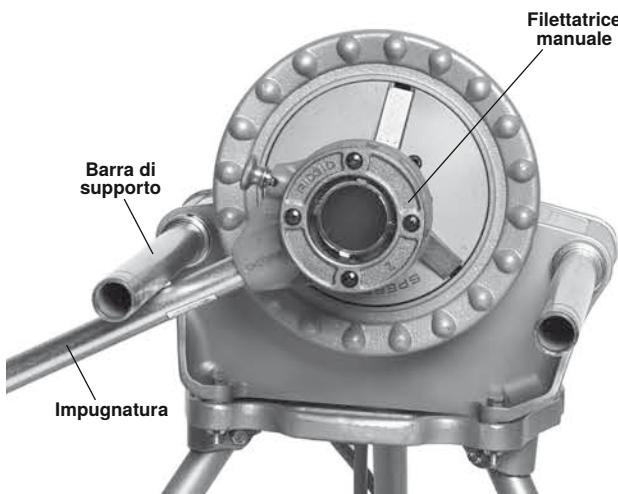

Figura 20 – Rimozione della testa di filettatura dal tubo filettato (impugnatura contro il fondo della barra).
- c. Estendere completamente la barra di supporto lato interruttore e sollevare l'impugnatura della filettatrice contro la parte inferiore della barra. Afferrare l'estremità dell'impugnatura della filettatrice con la mano sinistra. Per evitare lesioni da schiacciamento, non mettere le mani o le dita tra l'impugnatura della filettatrice e la barra di supporto. Mantenere l'impugnatura a contatto con la barra di supporto (*vedere Figura 20*).
1. Mantenere l'impugnatura della filettatrice contro la parte inferiore della barra di supporto lato interruttore. Per evitare lesioni da schiacciamento, non mettere le mani o le dita tra l'impugnatura della filettatrice e la barra di supporto. Vedere Figura 20 per la corretta posizione operativa.